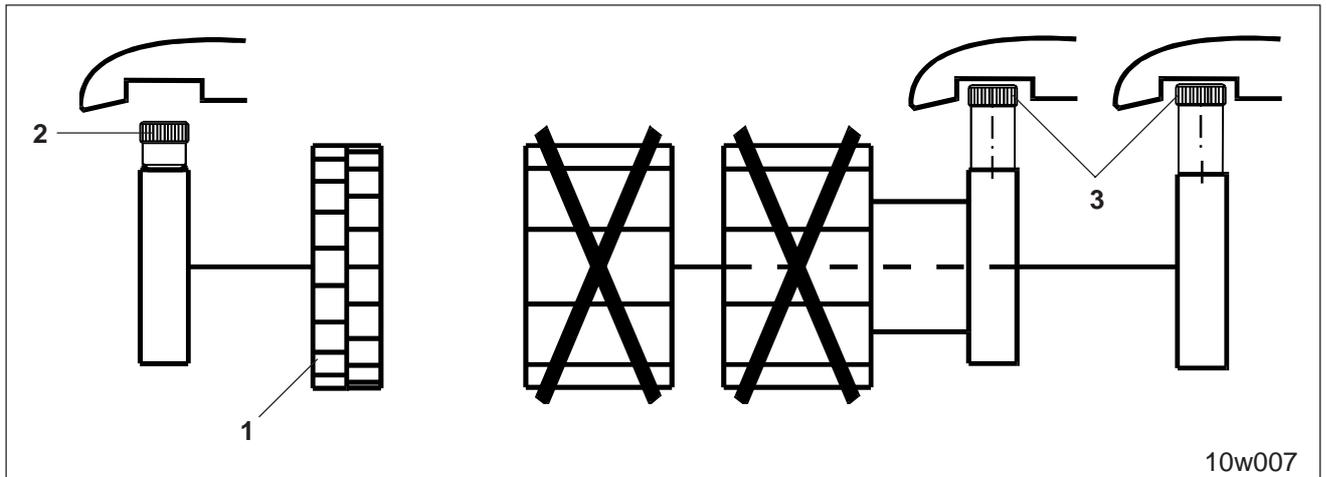

Fig. 20.6
- Zur Aussaat mit dem Feinsärad (Fig. 20.6/1)
- Rändelschraube (Fig. 20.6/2) des Feinsärades einschrauben
- Rändelschrauben (Fig. 20.6/3) beider Hauptsäräder herausdrehen.